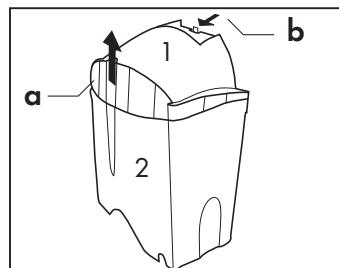

Fig. 3
- Retirer le couvercle (1) du réservoir de récupération de l'eau (2) en suivant la marche ci-dessous :
- Fig. 3 ;
- appuyer sur le levier (a) et, en même temps, relever le couvercle (1). Fig. 3.